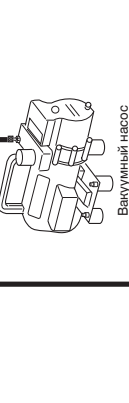

Рис. 7-2
- Если дополнительное количество хладагента невозможно заправить за один раз, заправьте оставший хладагент в жидком виде, используя сервисный вентиль трубы газа, когда система находится в режиме охлаждения во время тестового пуска. (Рис. 7-2)